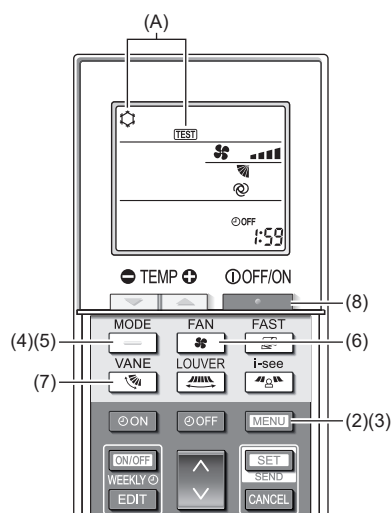

Fig. 7-8
- (1) Active la unidad al menos 12 horas antes de realizar una prueba de funcionamiento.
- (2) Pulse el botón **MENU** durante 5 segundos. (Fig. 7-8)
- (3) Pulse el botón **MENU**.
En pantalla se visualiza (A) [TEST] (PRUEBA) y el modo actual de funcionamiento. (Fig. 7-8)
- (4) Pulse el botón **—** para activar el modo de refrigeración, y compruebe si sale aire frío de la unidad.
- (5) Pulse el botón **—** para activar el modo de calefacción, y compruebe si sale aire caliente de la unidad.
- (6) Pulse el botón **—** y compruebe si cambia la velocidad del ventilador.
- (7) Pulse el botón **—** y compruebe que el sistema automático de desviación del aire funciona correctamente.
- (8) Pulse el botón **—** para detener la prueba de funcionamiento.